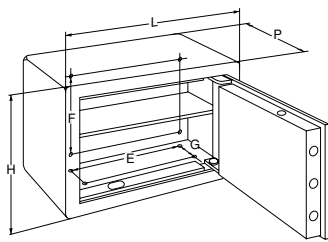

Fig. 1
- 4 trous sur le fond et 4 trous sur la partie arrière (10 mm de diamètre) sont prévus pour la fixation du coffre. La position des trous en question varie suivant la taille du coffre-fort. Par conséquent, il faut contrôler les dimensions extérieures du coffre-fort et se reporter au tableau de la figure 1 qui indique les mesures des trous à effectuer pour sa fixation; il est possible d'utiliser tous les trous disponibles (8).
Pour utiliser le support en acier (les articles 07125-00 et 07125-01 sont disponibles uniquement pour certaines versions), consulter le tableau de la figure 1 pour savoir quelles sont les dimensions des trous de fixation de la base du support. Fixer le coffre-fort sur le support à l'aide des 4 vis M8 qui sont fournies comme accessoires.